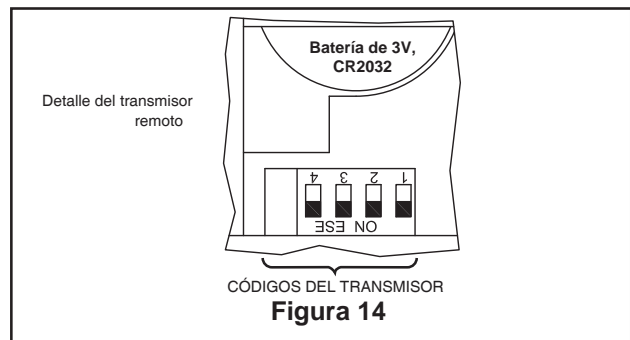

Figura 14
1. Para configurar el código del transmisor, extraiga la carcasa de la batería presionando firmemente debajo de la flecha y deslice la carcasa hasta extraerla. Mueva los interruptores de código hasta colocar el código de selección en la posición arriba o abajo. Los ajustes de fábricas vienen con todos los interruptores hacia arriba. No utilice esta posición. Con un destornillador pequeño o con una lapicera deslice firmemente hacia arriba o hacia abajo. (Figura 14)